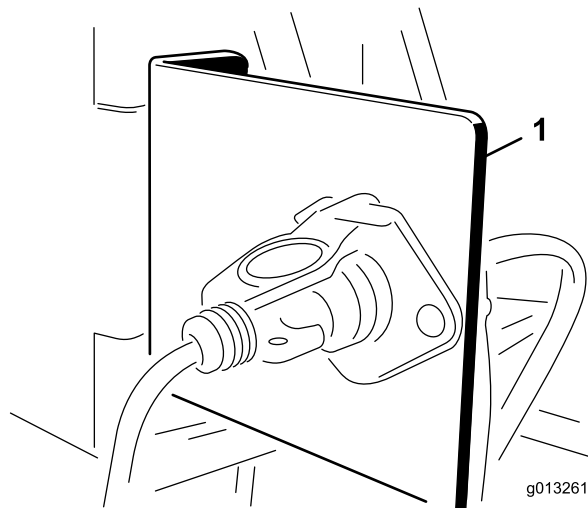

图8
1. 使用提供的其中 1 个安装支架, 将插座支架安装到牵引车后面的固定点上 (图8)。